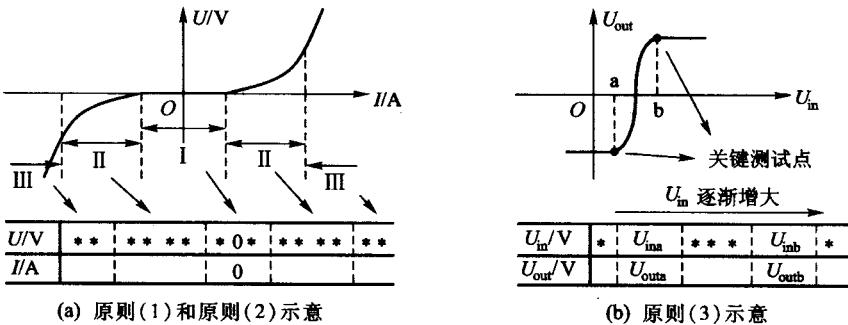

图 1-5 测试点分布原则示意
- (1) 按照被测量变化的快慢分区，变化快速区，多设定测试点以获取外部特性的细节，变化缓慢区，少设定测试点，以加快测试。
- (2) 在不同的测试区段，测试点按照或者均匀设定，或者等速加快或放慢分布。
- (3) 注意记录外部特性中的关键点。（不要丢失！）
例如，图 1-5(a) 描述了一种两端电工器件的电压与电流之间的关系，图(b) 描述了一种二端口功能电路的输出电压与输入电压的关系，请从图(a) 中理解以上原则(1) 和原则(2)，从图(b) 中理解以上原则(3)。
(2) 鉴于小灯泡的外部特性特点,均匀设置测试点不算是一种好的方案,应该如何设置,请在你的粗测过程中确定(参照图 1-5)。